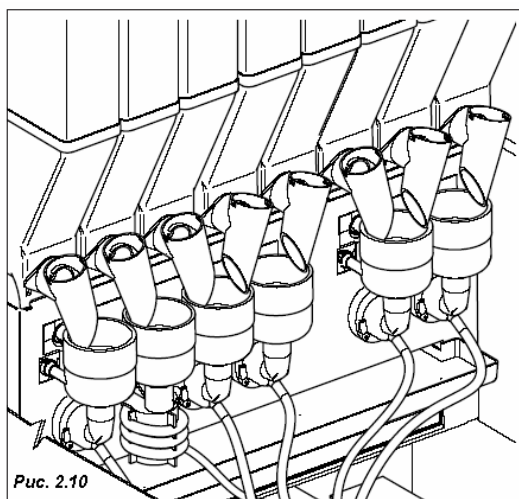

Рис. 2.10
- В случае наличия, включается электродвигатель миксера (Рис. 2.10).